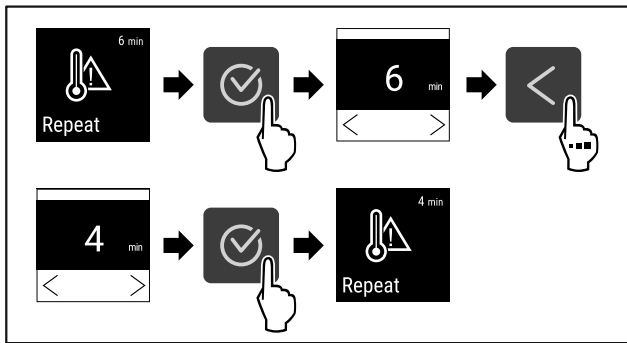

Fig. 100
- ▶ Atlikite veiksmus (žr. Fig. 100) .